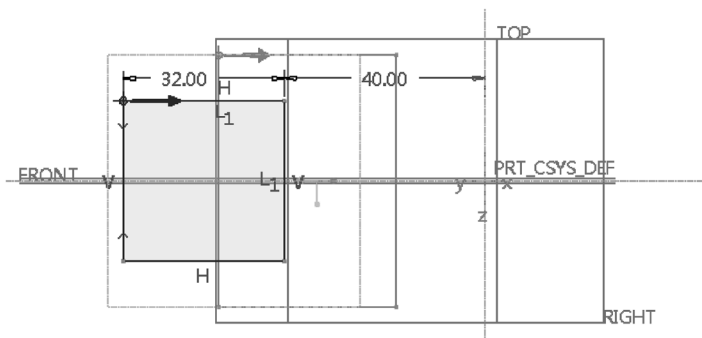

图 4-92 绘制截面 2
6) 在“截面”面板的“草绘平面位置定义方式”选项组中选择“偏移尺寸”单选按钮, 在“偏移自”下拉列表框中选择新截面偏移时参考的截面, 这里默认选择“截面 1”, 并在其旁边的文本框中输入一个 $-120^{\circ} \sim 120^{\circ}$ 之间的角度偏移值, 这里输入“45”。然后在“截面”面板中单击“草绘”按钮, 创建图 4-92 所示的截面 2, 单击✔(确定)按钮以完成草绘并退出草绘器。